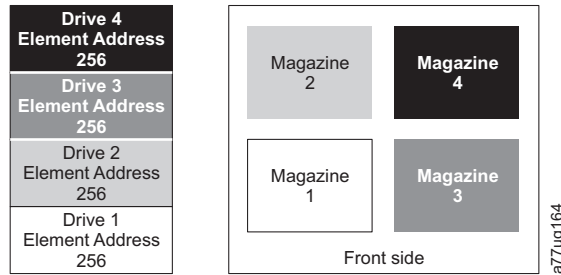

图 17. 四分区系统的配置
- 逻辑磁带库 1：插槽 1 至 23 4096 (0x1000) 至 4118 (0x1016) 如第 29 页的图 17 中所示
当配置为四个逻辑分区时，元素地址分配如下所示：DTE 分配如第 29 页的图 17 中所示。